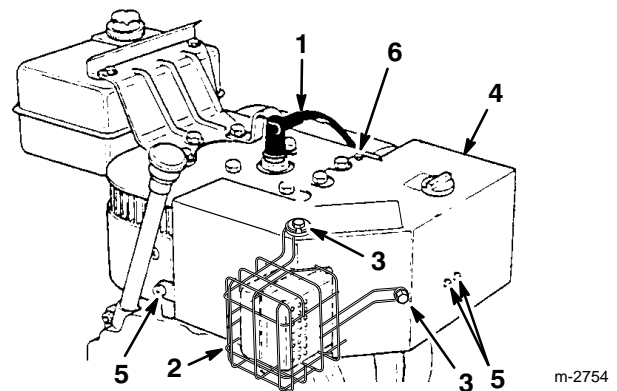

Abbildung 16
Wenn der Motor bei Temperaturen über 4°C (40°F) eingesetzt wird, muß der Vergaserwärmekasten entfernt werden (Abb. 16). Wärmekasten und Schalldämpferschutz wieder anbringen, wenn die Temperatur unter 4°C (40°F) fällt.
2. Die drei Schrauben, Sicherungsscheiben und Unterlegscheiben entfernen, mit denen der Schalldämpferschutz am Motor befestigt ist (Abb. 16), und den Schalldämpferschutz entfernen.
3. Die zwei Kreuzschlitzschrauben und eine Sechskantschraube entfernen, mit denen der Wärmekasten befestigt ist (Abb. 16).